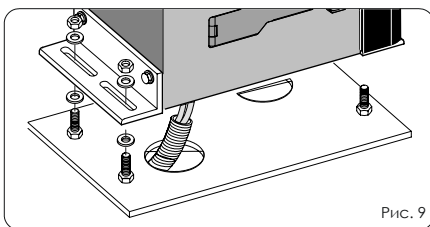

Рис. 9
3. Расположите привод на основании, используя шайбы и гайки из комплекта, как показано на рис.9. Во время этой процедуры, проложите кабели через канал в нижней части корпуса двигателя (рис.10 А). Проложите кабели к блоку управления через специальное отверстие, используя прорезиненный кабельный хомут. Расчехлите кабель так чтобы хомут удерживал каждый поводок в отдельности (рис.10 Б).